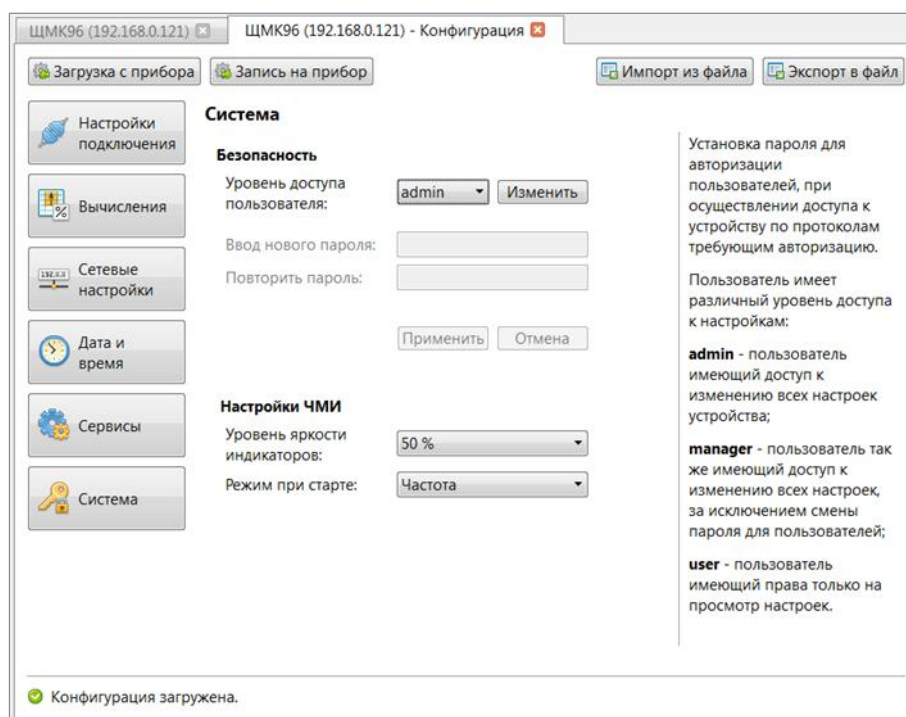

Рисунок 22 – Экранная форма «Система» (настройка паролей доступа к прибору)
6.4.2 Настройка паролей доступа к прибору осуществляется во вкладке «Конфигурация» соответствующего прибора посредством вызова экранной формы «Система» (см. Рисунок 22). Для перехода к указанной экранной форме следует, находясь во вкладке «Конфигурация», нажать кнопку «Система» в столбце кнопок в левой части области отображения основной информации главного окна программы.